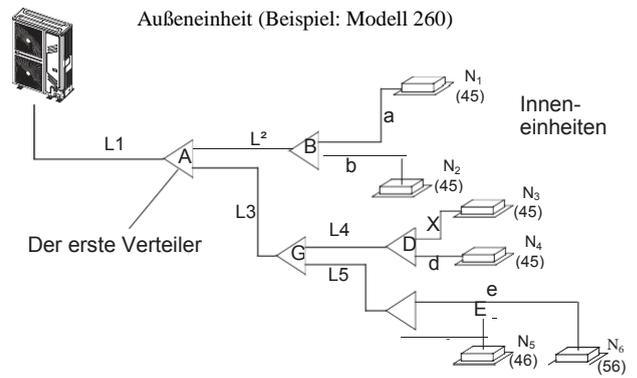

Abb. 4-5
- Beispiel: In Abb. 4-5 beträgt die Gesamtleistung der dem L2-Rohr nachgeschalteten Inneneinheiten $45 \times 2 = 90$. Daher betragen die Durchmesser der Kältemittel- und Flüssigkeitsrohre von L2 nach Tabelle 4-4 $\Phi 15,9$ (5/8") / $\Phi 9,5$ (3/8").